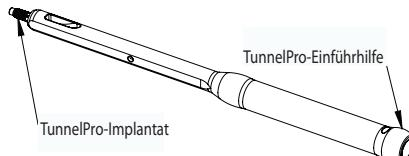

Abb. 1: TunnelPro™
- Kat. Nr. SMB100201 TunnelPro™ (Box mit 2 Einheiten) – siehe Abbildung 1 unten